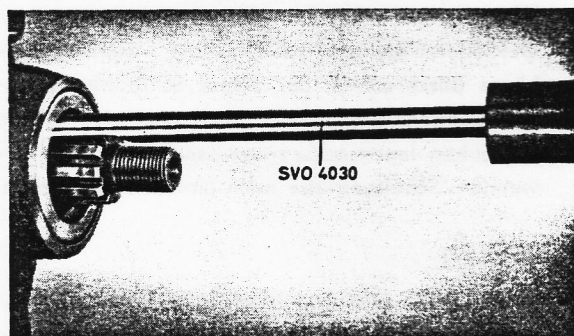
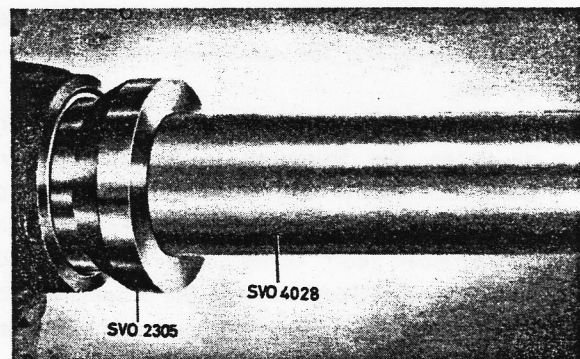

Bild 3-13. Radialdichtring ausbauen
Bild 3-14. Radialdichtring einbauen
3. Alten Radialdichtring (41) mit Abziehvorrichtung SVO 4030 entfernen, siehe Bild 3-13. Neuen Radialdichtring mit Hilfe der Buche SVO 4028 und SVO 2305 einschlagen, siehe Bild 3-14.